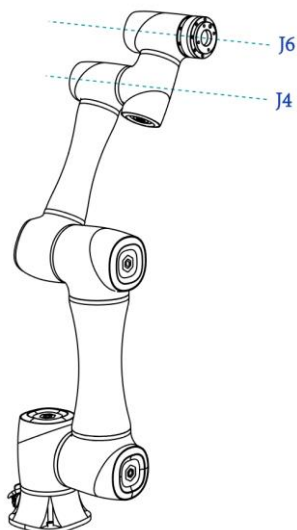

图 2.24 腕关节奇异
- 腕关节奇异位置：机械臂J4和J6轴平行，导致奇异。如图 2.24所示。